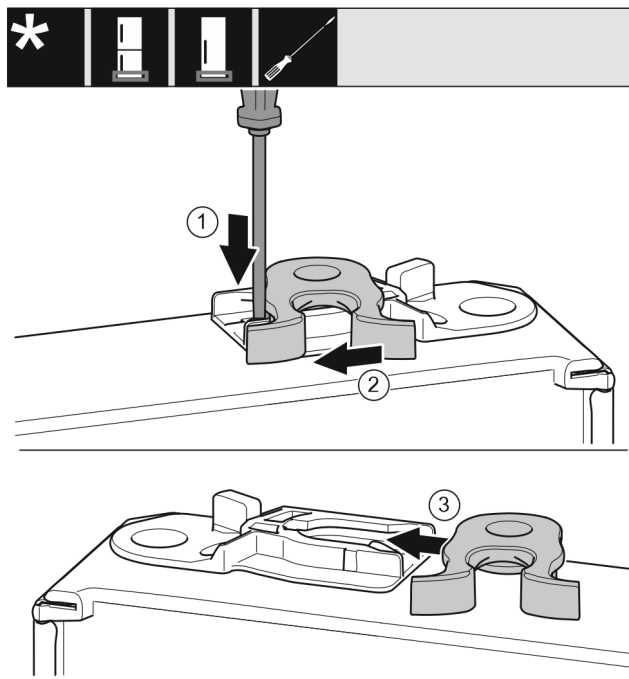

Fig. 16
- ▶ Ravnim odvijačem pritisnite jezičac prema dolje. Fig. 16 (1)
- ▶ Izvucite kuku za zatvaranje iz vodilice. Fig. 16 (2)
- ▶ Gurnite kuku za zatvaranje na drugoj strani u vodilicu. Fig. 16 (3)